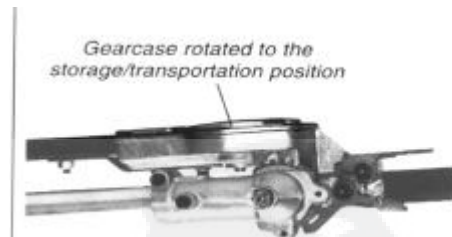

Figure 19
2. Gebruik de procedures die op de vorige bladzijde staan beschreven. Draai het snijdgedeelte totdat deze parallel loopt met de steel. Zorg ervoor dat het blokkeerslot weer blokkeert na deze afstelling. Zie fig. 19.